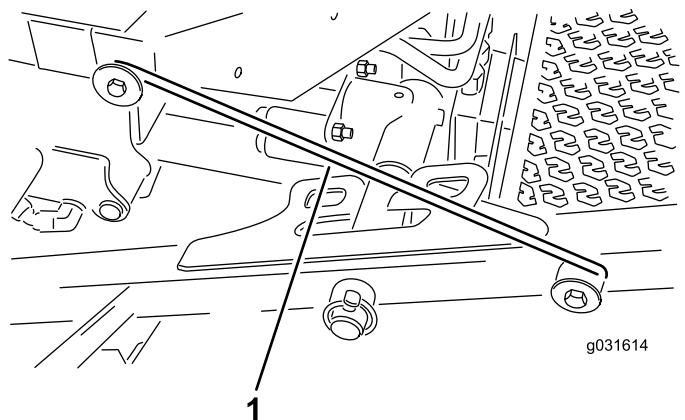

図 32
4. 前側キャリアフレームリテーナからラッチのロッドを外す 図 32。
5. 前カuttingユニットの外側を持ち上げ、運転台前部のフレームについているピンにラッチを掛ける 図 32。